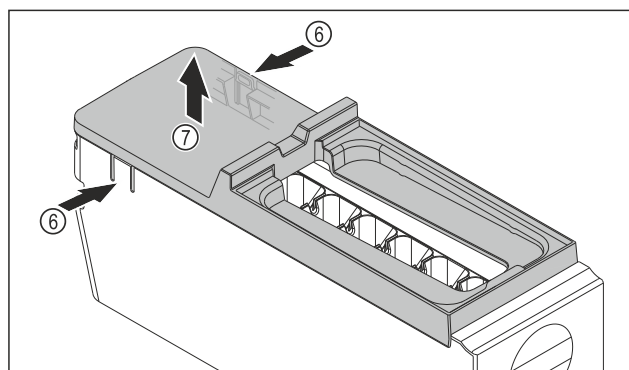

Fig. 79
- ▶ Snemite pokrov glavnega dela EasyTwist-Ice: Spono Fig. 79 (6) na obeh straneh glavnega dela EasyTwist-Ice pritisnite z eno roko.
- ▶ Pokrov Fig. 79 (7) z drugo roko dvignite in odstranite.